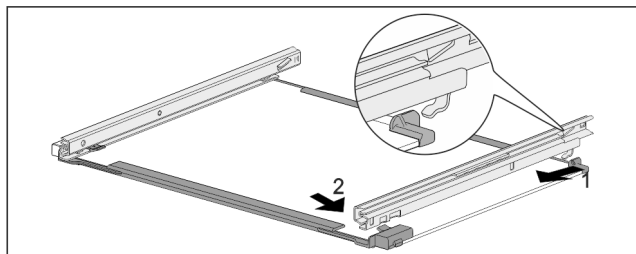

Fig. 158 带轨道的玻璃隔板
- ▶ 轨道后部钩入。 Fig. 158 (1)
- ▶ 轨道前部卡紧。 Fig. 158 (2)